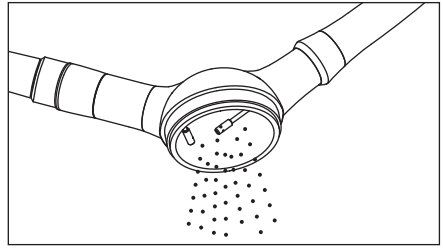

Figure 5
- 1) Ouvrez le couvercle de la chambre poudre et jetez la poudre de nettoyage restante (figure 5).